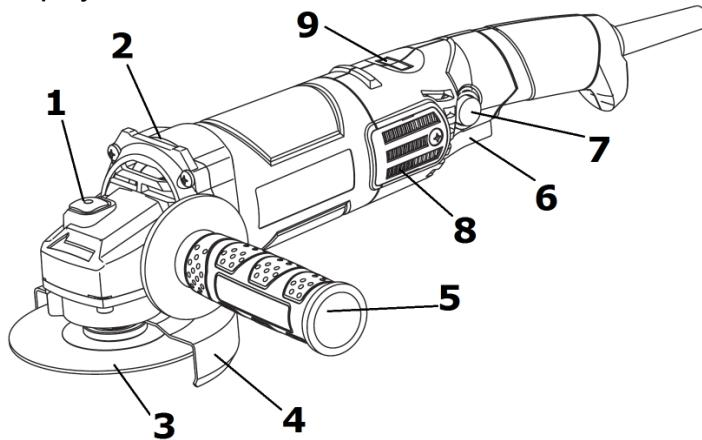

Рисунок 1
2.2.1 Конструкція виробу складається з одноступеневого редуктора з конічними шестернями в металевому корпусі (2), який приєднаний до пластикового несучого корпусу з колекторним двигуном змінного 1-фазного струму, перемикачем (6), мережевим шнуром живлення згідно з рис.1. Вихідний вал редуктора розташований перпендикулярно осі двигуна і є робочим шпинделем для приєднання змінних насадок (абразивних дисків) (3) з фіксацією затискою гайкою або накрученими на шпиндель. На металевому корпусі (2) хомутовим з'єднанням закріплений захисний кожух (4) з можливістю фіксованого позиціонування по колу. Для фіксації шпинделя під час зміни дисків (3) в корпусі редуктора (2) передбачений кнопковий фіксатор (1). Електрична частина виробу складається з колекторного однофазного електродвигуна змінного струму, вимикача електрострому, регулятора швидкості, з'єднувальних проводів і мережевого шнура. Захист від ураження електричним струмом користувача у виробу відповідає класу II за ДСТУ EN 61140:2015.